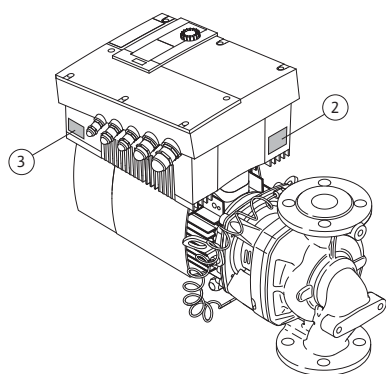

Fig. 12: disposición de las placas de características:
- La placa de características del accionamiento se encuentra en el inversor, en el lado de los pasamuros (Fig. 12, pos. 3). La conexión eléctrica se tiene que realizar según las indicaciones que encontrará en la placa de características del accionamiento.